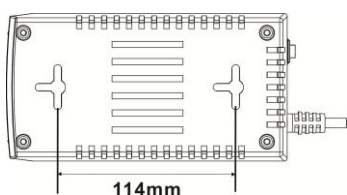

Abbildung 2
3. Montieren Sie das Gerät, indem Sie die Befestigungsschlitze entsprechend über die Befestigungsschrauben schieben. (Siehe Abbildung 2 und Abbildung 3)